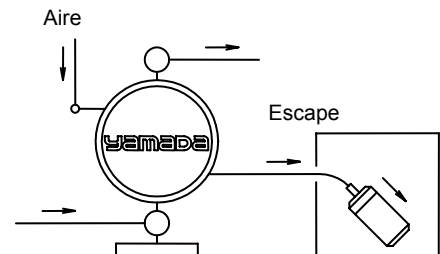

Fig. 3.2
- \* El escape debe estar orientado al exterior, no hacia el líquido en el que la bomba está sumergida. Para obtener información sobre cómo disponer el escape, vea Nota: Disposición del escape exterior y la Fig. 3.2 abajo.